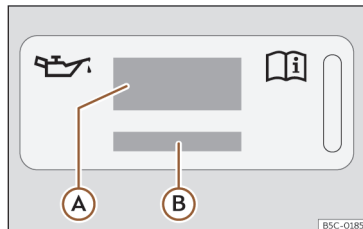
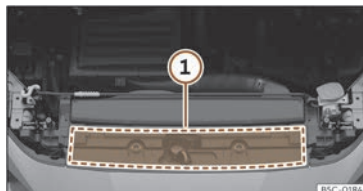

Fig. 229 Dans le compartiment moteur : étiquette d'huile moteur
Fig. 230 Dans le compartiment moteur : zone d'emplacement de l'étiquette d'huile moteur
Légende de la >>> **Fig. 229** :
Si vous devez ajouter de l'huile moteur, utilisez l'une des huiles indiquées sur l'étiquette >>> **fig. 229**. L'étiquette avec la norme prescrite se trouve sur l'avant du compartiment moteur >>> **fig. 230** **1**. Si vous utilisez l'huile moteur recommandée, vous pouvez corriger le niveau de remplissage autant de fois que nécessaire.
- En cas d'absence de l'étiquette avec la spécification de l'huile moteur >>> **fig. 229**, contactez un atelier spécialisé.